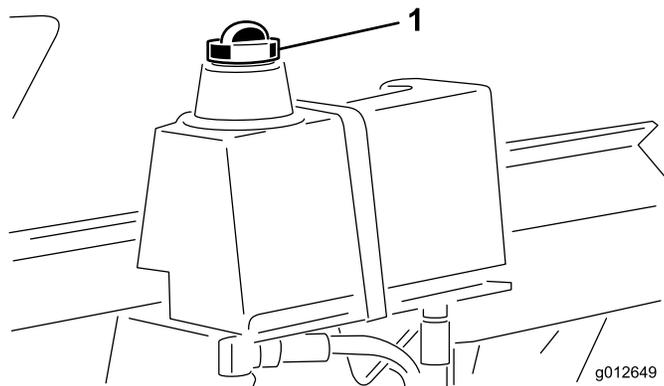

图34
2. 清洁液压油箱加油颈和油箱盖周围的区域并取下油箱盖 **图34**。